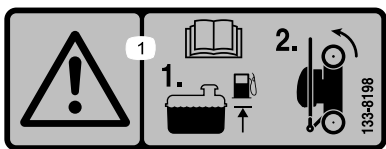

Figura 21
1. Certifique-se de que o nível de gasolina no depósito de combustível não é superior ao recomendado pelo fabricante do motor; consulte o autocolante do fabricante do motor colocado no motor (Figura 21).